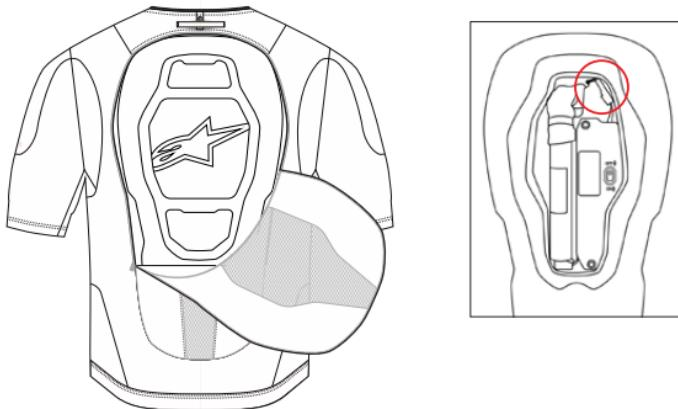

Figura 23: Scollegare il display a LED (3)
1. Scollegare il display a LED (3) – Come prima cosa, posizionare il sistema su una superficie piatta, preferibilmente sopra a un banco di lavoro o un tavolo, con la parte anteriore del sistema rivolta verso il basso. Accedere alla protezione posteriore (4) aprendo la zip posizionata sul lato posteriore del sistema. Aprire la copertura con la chiusura a strappo sulla protezione posteriore (4) e scollegare il connettore del display a LED (3) come indicato nella Figura 23.